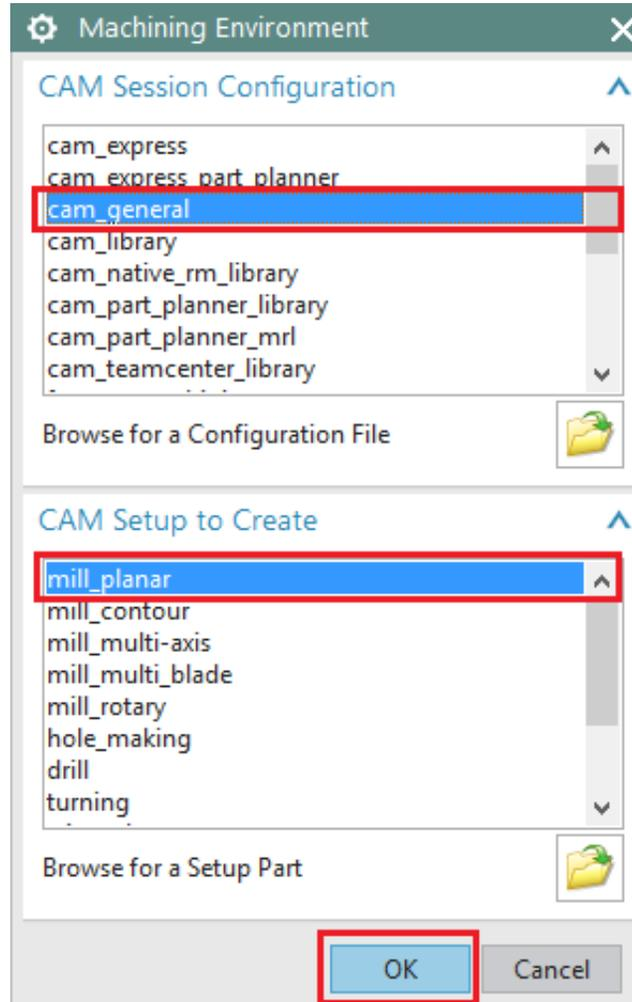

Figura 3.13 Ventana *Machining Enviroment*.
- En la ventana **Machining Environment**, seleccionar en *CAM Session Configuration*: **cam_general** y en *CAM Setup to Create*: **mill_planar** (Figura 3.13).